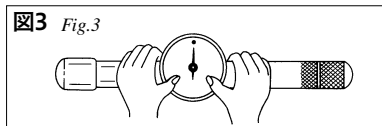
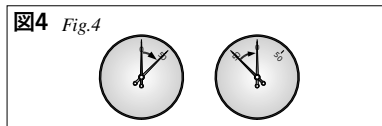

図3 Fig.3
図4 Fig.4
(図3) (カガミイタを軽く押さえ付けながら左右に回します。)
- ② ソケットを角ドライブに挿入します。
- ③ ソケットをボルトの頭部又はナットに合わせます。
- ④ グリップの中心を握って目盛を見ながら測定方向に回します。
- ⑤ ニードルをあらかじめ所定のトルクに合わせて目盛が0を示すように使用する事も出来ます。(図4)
- ① Set the main pointer to the '0' position on the scale plate. (Fig.3) (Rotate the scale plate until the '0' position is aligned with the main pointer.)
- ② Insert the square drive of the wrench into the required socket.
- ③ Apply the socket on to a bolt head or nut.
- ④ Apply force to the center of the grip and measure while watching scale plate.
- ⑤ The measurement can also be made by setting the main pointer to the desired torque, and pulling the wrench until the main pointer reaches '0' position on the scale plate. (Fig.4)
- ① 本体にエクステンションハンドルを取り付けます。ピンが本体に確実にロックされたことを確認します。
- ② ニードルが0を指すように目盛を合わせます。(図3) (カガミイタを軽く押さえ付けながら左右に回します。)
- ③ ソケットを角ドライブに挿入します。
- ④ ソケットをボルトの頭部又は、ナットに合わせます。
- ⑤ グリップの中心を握って目盛を見ながら測定方向に回します。
- ⑥ ニードルをあらかじめ所定のトルクに合わせて目盛が0を指すように使用する事も出来ます。(図4)
- ① Attach the extension handle to main wrench. Confirm that the pin has locked the extension handle in place.
- ② Set the main pointer to the '0' position on the scale plate. (Fig.3) (Rotate the scale plate until the '0' position is aligned with the main pointer.)
- ③ Insert the square drive of the wrench into the required socket.
- ④ Apply the socket on to a bolt head or nut.
- ⑤ Apply force to the center of the grip and measure while watching scale plate.
- ⑥ The measurement can also be made by setting the main pointer to the desired torque, and pulling the wrench until the main pointer reaches '0' position on the scale plate. (Fig.4)